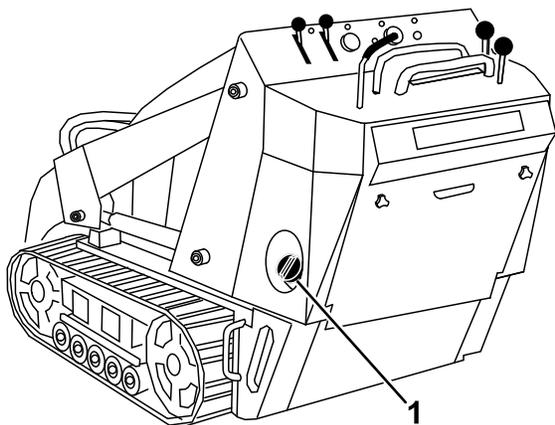

Рисунок 14
3. Очистите область вокруг крышки топливного бака и снимите ее (Рисунок 14).